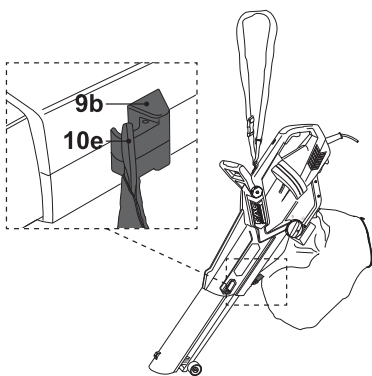

Fig. 4
- > Anexe a alça de suspensão frontal (10e) ao gancho frontal (9b) (Fig.4).